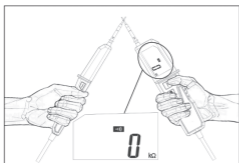
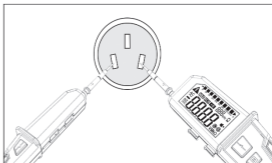

Fig. 3
Fig. 4
2. Avant de procéder au test, vous pouvez vérifier manuellement la qualité du testeur, comme indiqué à la Figure 3 : touchez ensemble les pointes métalliques L1 et L2 du testeur, et la résistance de passage s'affichera. La valeur de résistance doit être inférieure à 5 k Ω ; sélectionnez un objet avec une tension connue et connectez-y les deux sondes, par exemple une prise de courant de 220V, pour vérifier la précision du testeur (voir Figure 4). Ce testeur ne peut pas mesurer des tensions alternatives ou continues inférieures à 5V. Lors du test d'une tension <5V a.c./d.c., l'écran LCD affichera "----".